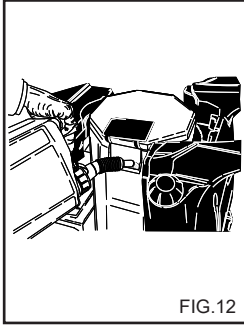

FIG.12
**JÄÄTYMISENESTOAINEN KÄYTTÄMINEN (Fig. 12).**